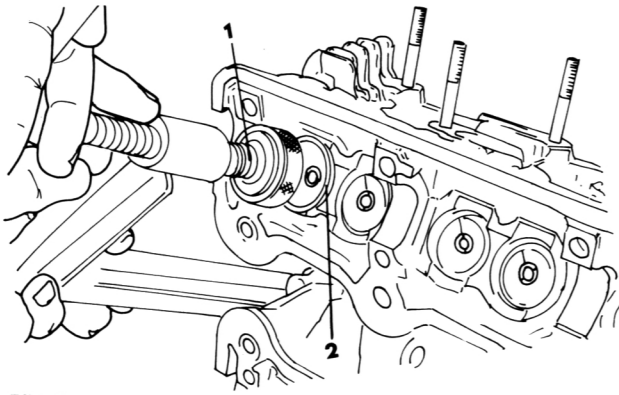

Bild 40
- Die Ventilschraube, Federanschlagstücke, Federn und Ventile entfernen (Bild 40). Dabei ist folgendes zu beachten:
- Die Arbeiten unter Bezug auf Bild 40 durchführen.